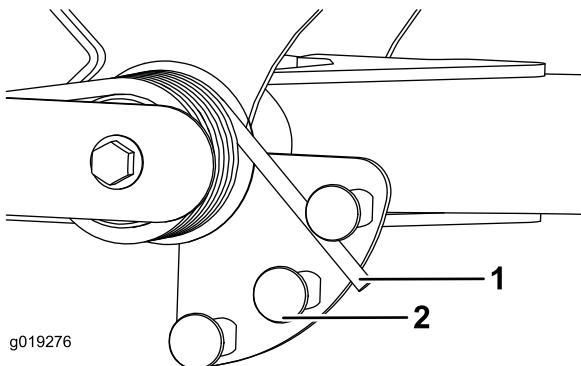

Figura 35
2. Inserite un tubo o un oggetto similare sull'estremità della molla lunga e giratelo attorno all'attuatore della molla nella posizione desiderata (Figura 35).